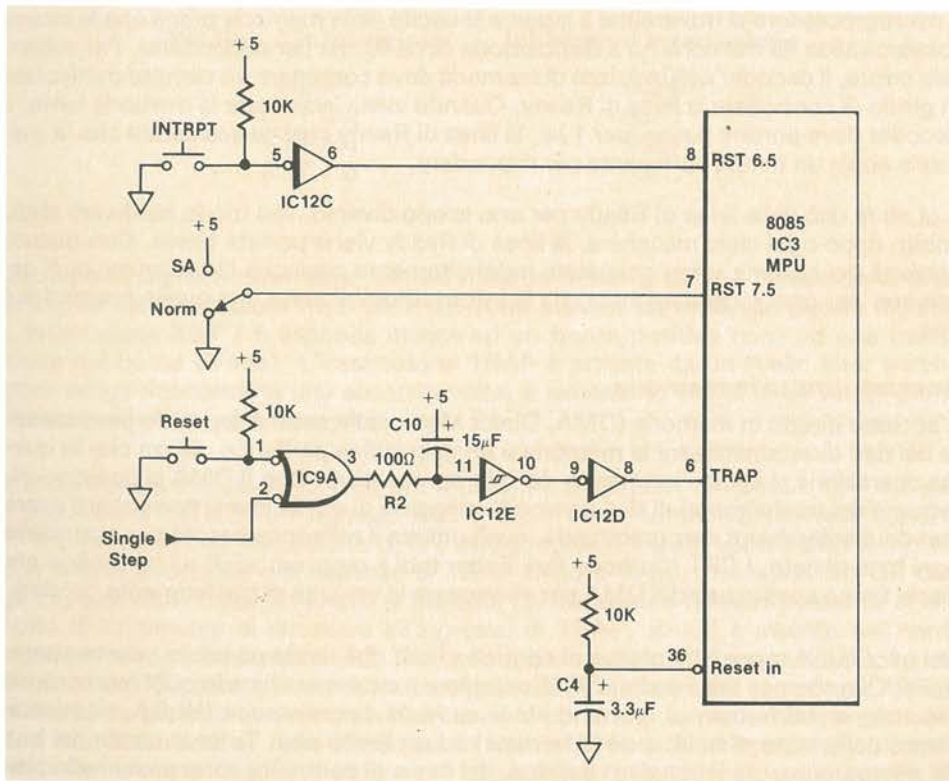

Figura 10-9. Circuiteria d'interruzione del  $\mu$ Lab
Il piedino di *Reset* dell'8085 è utilizzato per inizializzare il sistema all'accensione (Figura 10-9). Quando a tale piedino è applicato un livello basso, i circuiti all'interno del microprocessore vengono azzerati, cioè inizializzati. Il contatore di programma (PC) viene caricato con 0000 e l'esecuzione del programma parte perciò da tale indirizzo, dove inizia infatti la routine di inizializzazione contenuta nella ROM. Su un qualunque sistema (e così anche nel  $\mu$ Lab), la procedura di inizializzazione all'accensione fa
Il  $\mu$ Lab utilizza l'ingresso di Trap per il pulsante di RESET, l'ingresso RST 6.5 per il pulsante di INTRTP e l'ingresso RST 7.5 per l'interruttore «SA» (nella Lezione 17 è presentata una descrizione di tale interruttore). I circuiti sono molto semplici, con la sola eccezione dell'ingresso di TRAP (Figura 10-9). Un dispositivo OR con gli ingressi attivi bassi (in effetti si tratta di un dispositivo NAND) permette al circuito di single-step di accedere all'ingresso di TRAP, su cui è inserito dell'hardware per eliminare i rimbalzi (R2, C10 e l'ingresso a Schmitt trigger IC12E). La resistenza da 100 ohm e il condensatore puliscono i rimbalzi del segnale di RESET in modo da garantire che, ogni volta che viene premuto un tasto, venga generata una sola interruzione. Non è necessario invece effettuare un'operazione di anti-rimbalzo nel caso degli altri ingressi di interruzione, in quanto possono essere disabilitati da software appena vengono riconosciuti ed è così possibile impedire che si verifichi una seconda interruzione.